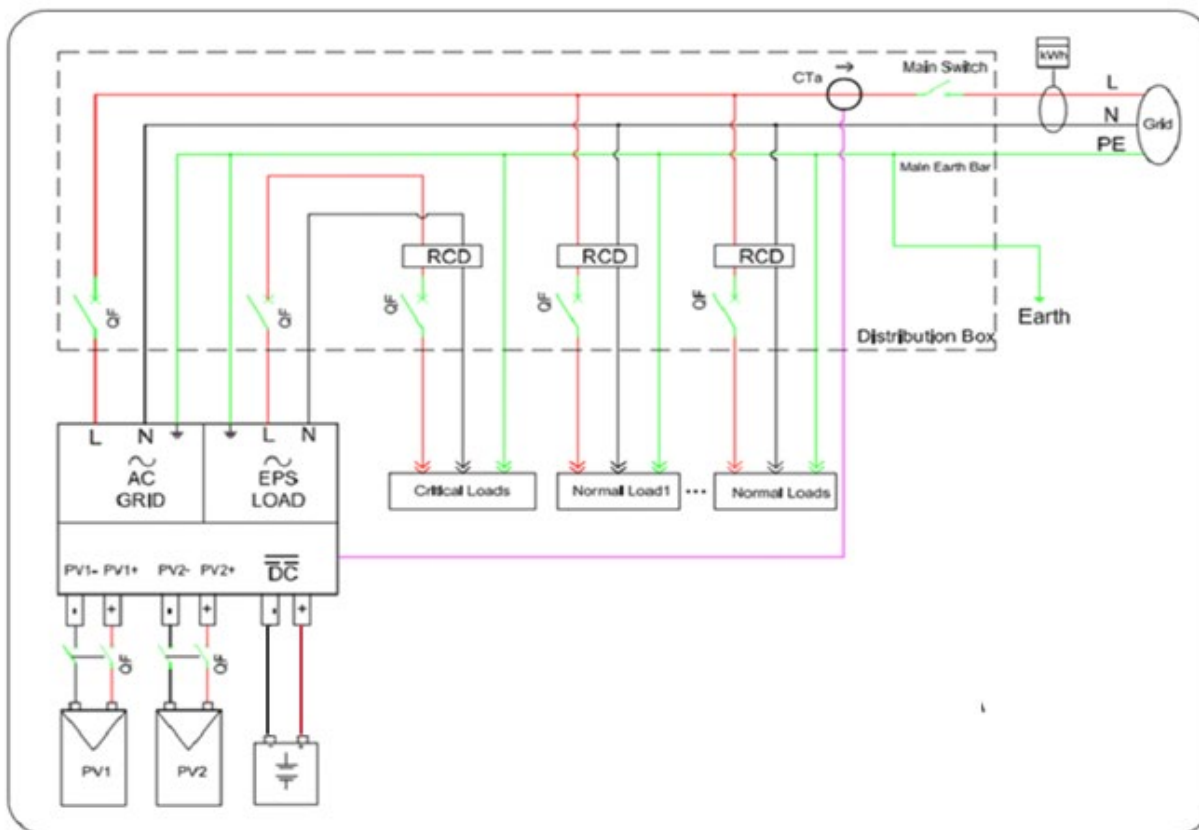

Figure 6 – Raccordements électriques
Étape 1 : Desserrer les 4 vis (A) à l'aide d'un tournevis (Fig. 6).
Étape 2 : Retirer le capot imperméable (B), desserrer le presse-câble (C), puis retirer le bouchon (G).
Étape 3 : Faire passer les câbles de la batterie (F) dans le presse-câble, puis connecter les câbles de la batterie à l'aide de la borne OT (E).